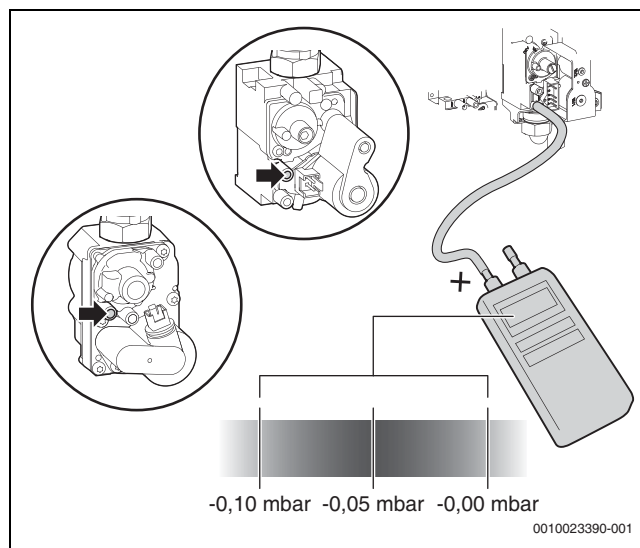

Fig. 38
- Misurare la pressione differenziale del rubinetto gas (→ fig. 38). La pressione differenziale ottimale è 0,05 mbar.